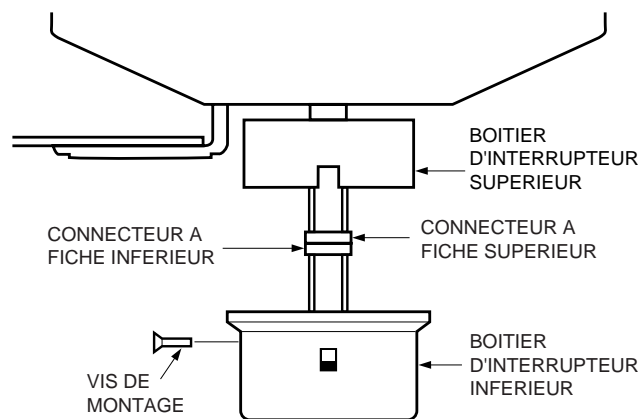

FIGURE 16
- Connectez le connecteur de prise supérieur du moteur avec le connecteur de prise inférieur de l'ensemble du boîtier d'interrupteur inférieur. Voir figure 16.
- Placez l'ensemble de boîtier d'interrupteur inférieur sur le boîtier d'interrupteur supérieur. Alignez les trous de vis latéraux dans les boîtiers d'interrupteur inférieur et supérieur. Fixez le boîtier d'interrupteur inférieur au boîtier d'interrupteur supérieur à l'aide des 3 vis de montage du boîtier n° 6-32 x 3/8 po (9,5 mm) avec rondelles de sécurité. Voir figure 16.